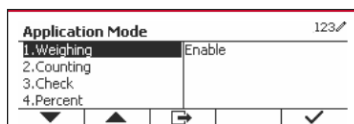

Figure 25
3. Appuyez sur le bouton multifonction correspondant à l'icône ✓ pour accéder au sous-menu du mode d'application. (Voir Figure 25)